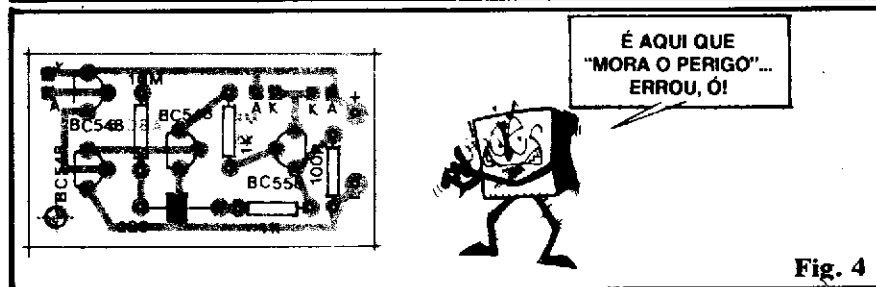

Fig. 4
- **FIG. 4** - Mostra o que chamamos em ABC de "chapeado" da montagem, ou seja: a placa de Circuito Impresso, vista pelo lado não cobreado, com uma claríssima estilização e identificação de todos os componentes, valores, códigos e polaridades (quem ainda tiver alguma dúvida, deve consultar a Seção TRUQUES & DICAS da "Aula" nº 4 do ABC...). Os pontos que merecem maior atenção:
- Algumas "ilhas" (furos) mostrados e identificados na fig. 4 não apresentam ligação (ainda...). Destinam-se às conexões externas à placa, detalhadas na próxima figura.